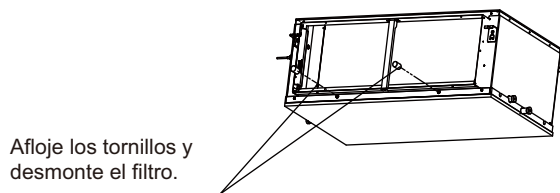

Figura 13.1
- Desmonte el filtro de aire (Consulte la Figura 13.1).